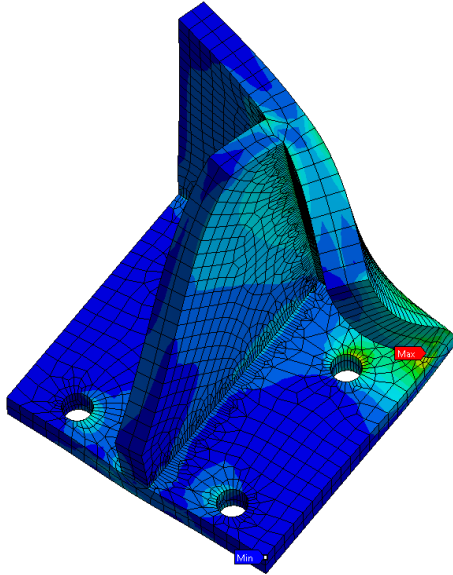

Рисунок 5.17 – Пример результатов расчета по варианту №3
- 31) Визуализировать деформаций и эквивалентных напряжений по Мисесу (см. п. 14 и рисунок 5.17).